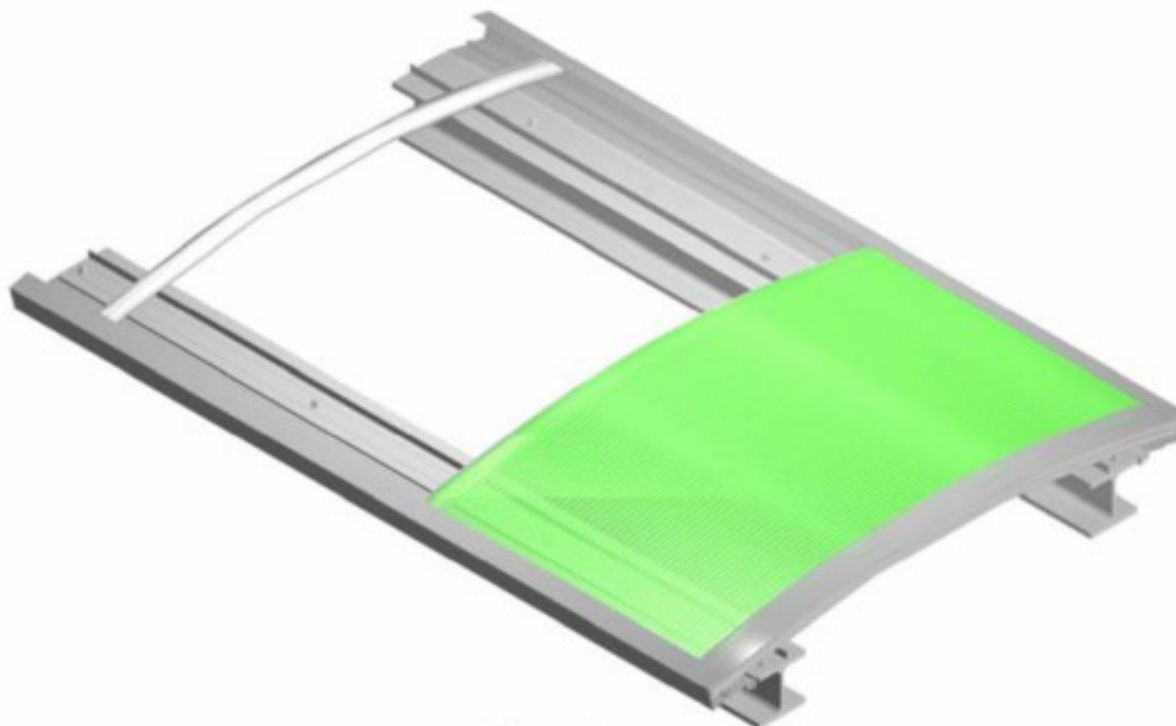

Fig. 9
10) Seguidamente colocar otro montante curvo a un distancia igual al ancho de la placa (655 mm) -Fig. 9.